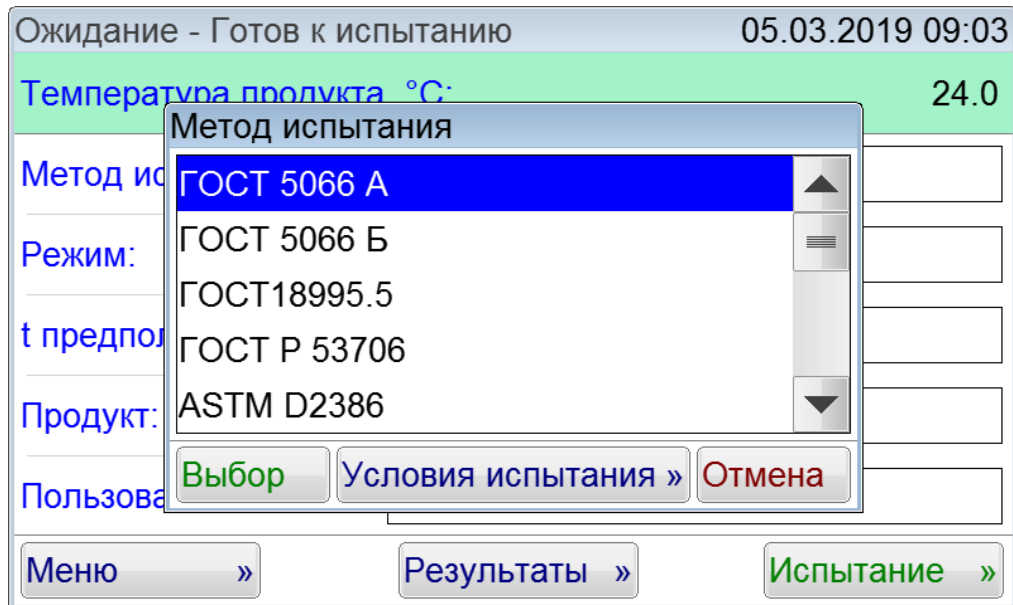

Рисунок 12 – Выбор метода испытания
4.4.5 Перед проведением испытания необходимо выбрать метод испытания (рисунок 12).